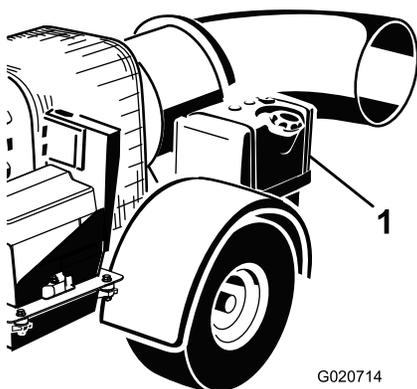

Рисунок 9
2. Очистите область вокруг крышки топливного бака и снимите ее (Рисунок 9).